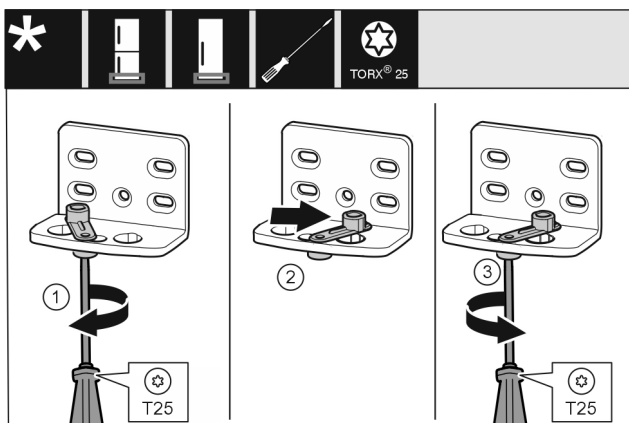

Fig. 13
- Odkręcić lekko śrubę Fig. 13 (1) śrubokrętem.
- Unieść element ułatwiający zamykanie drzwi Fig. 13 (2), a następnie obrócić w otworze w prawo o 90°.
- Przykręcić śrubę Fig. 13 (3) śrubokrętem.